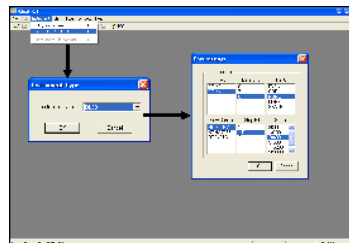

Figure 1
- d) De la barre des tâches, cliquer "Instrument" (Mesureur) et "Connect Instrument" (Relier le mesureur) (figure 1) (voir le paragraphe 1.5 "Notice").